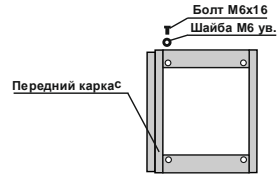

Рис.7
9.10 Установите передний каркас как показано на Рис.7. После этого совместите отверстия соединительных планок с отверстиями в кронштейнах расположенных на переднем каркасе. В совмещенные отверстия расположенные сверху вставьте два болта М6×16 с шайбами М6 (увеличенные) и закрутите их (Рис.7).